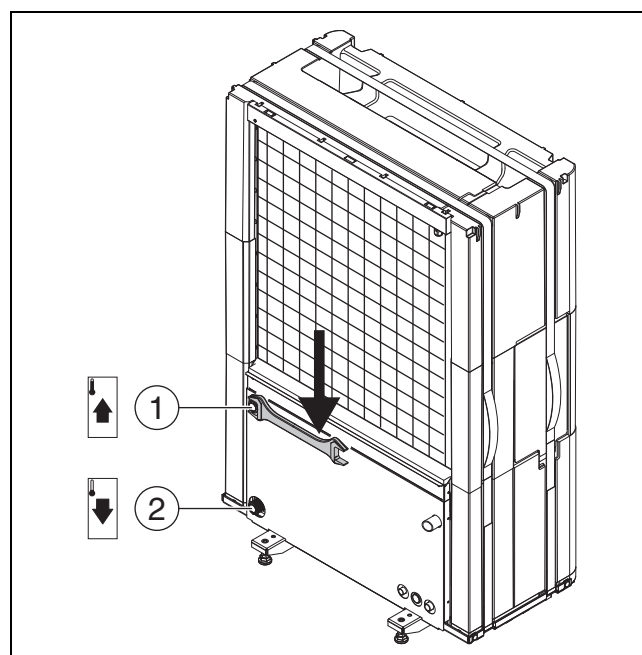

Fig. 18 Tilkoblinger av varmeoverføringsrørene, gjelder for alle størrelser
- Koble til turlledning til den innvendige enheten på utgangen for varmeoverføringsmedium til varmepumpen (→ [1], fig. 18).
- Koble til returledningen til den innvendige enheten på inngangen for varmeoverføringsmedium til varmepumpen (→ [2], fig. 18).
- Stram tilkoblingen til varmebærerørret med et tiltrekkingsmoment på 120 Nm. Rett kraften nedover (→ fig. 18) for å unngå skeiv belastning av kondensatoren.